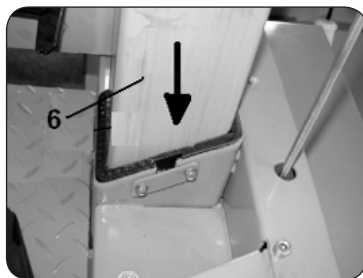

Figura 13
3. Empurre o rachador, quando a coluna do rachador (6) está numa posição inserida. Pode drenar o óleo hidráulico. (Figura 13)